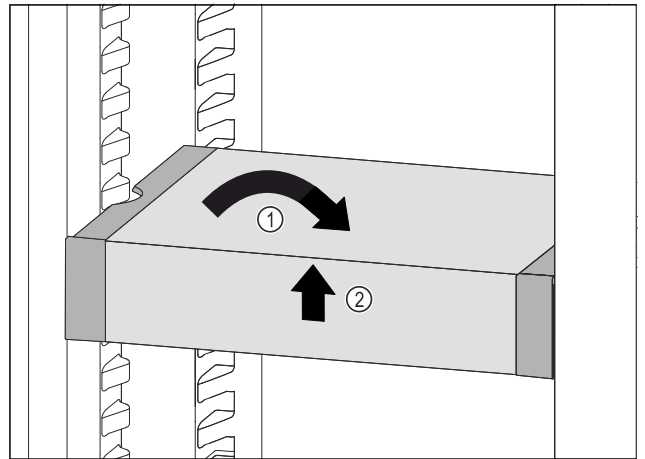

Fig. 82
- ▶ VarioSafe gerade stellen. Fig. 82 (1)
- ▶ VarioSafe vorne anheben. Fig. 82 (2)